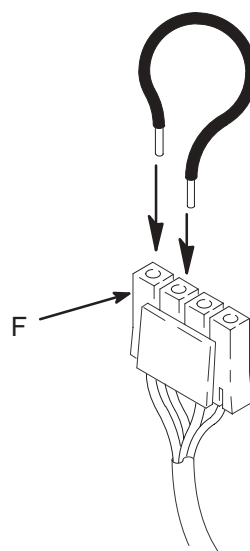
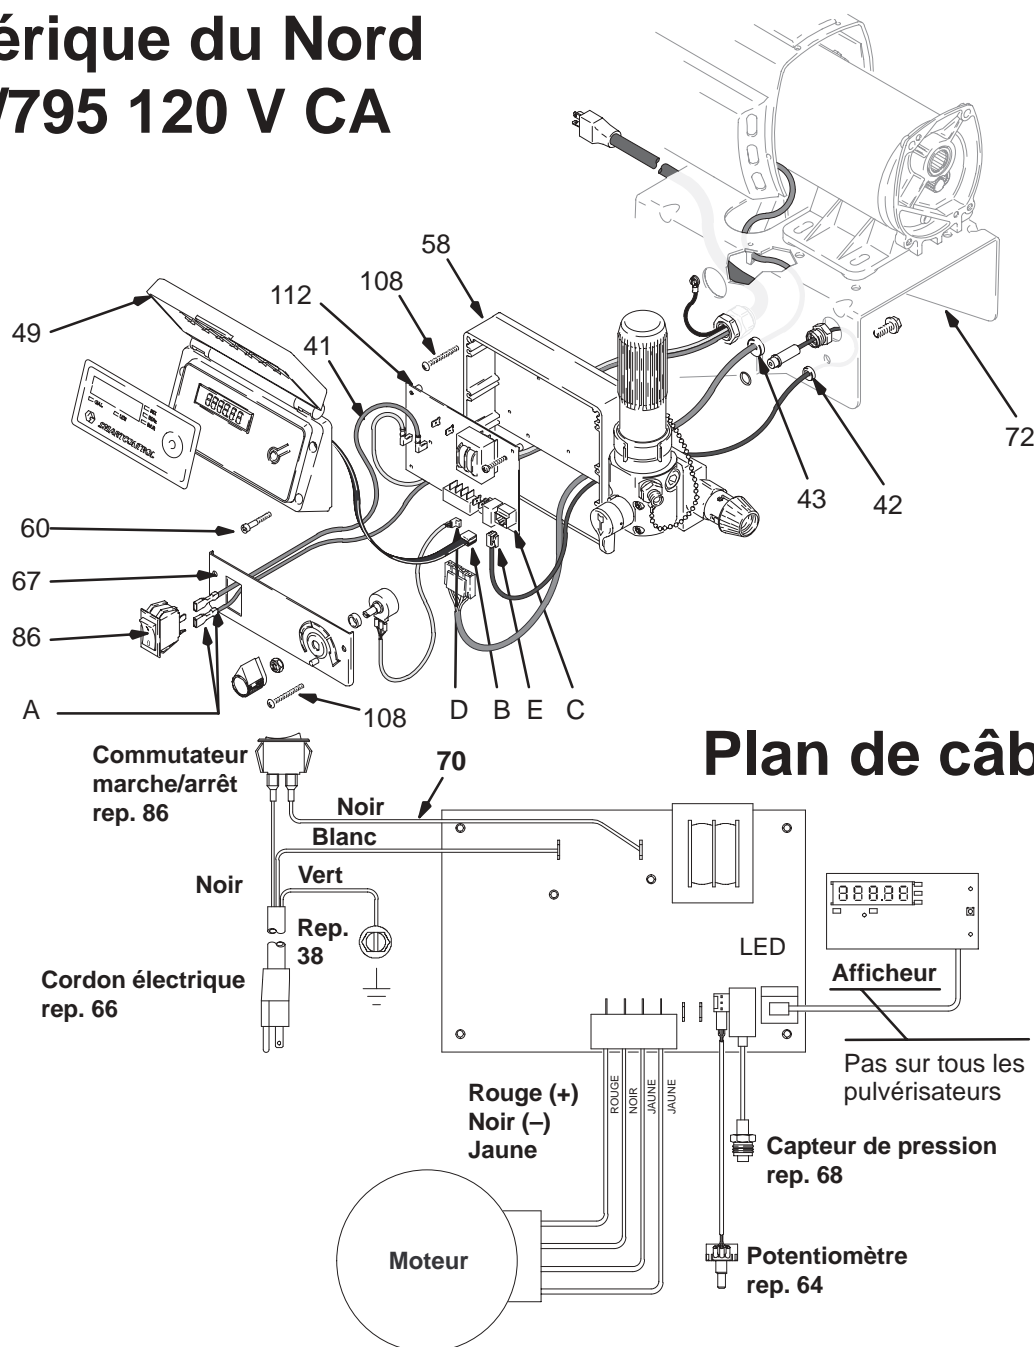

Fig. 3
Fig. 10
3. Fig. 10. Enlever les quatre vis (60), le capot de la régulation de pression (49), les deux vis (108), le panneau de commande (67). Fig. 3. Débrancher le connecteur du moteur (F).
1. Fig. 3. Raccorder ensemble les fils noir et rouge du moteur avec un fil de test. Faire tourner à la main le ventilateur du moteur à la vitesse de deux tours à la seconde environ.
2. Fig. 10. Enlever les quatre vis (60) et le capot de régulation de pression (49). Débrancher le connecteur de l'afficheur (B) (Pas sur tous les pulvérisateurs).
3. Enlever les deux vis (108) ainsi que le panneau de commande (67).
4. Débrancher les deux fils (A) sur l'interrupteur MARCHÉ/ARRÊT (86).
5. Enfoncer les pattes intérieures du bouton MARCHÉ/ARRÊT (86) et sortir ce dernier du panneau de commande (67).
Voir Fig. 10, 11 ou 12 en fonction du pulvérisateur et de la tension.
2. Fig. 10. Fixer la carte de commande du moteur (112) à l'aide des six vis (41).
3. Brancher sur la carte de commande du moteur (112):
- Fil (E) vers capteur.
- Fil (D) vers potentiomètre.
1. Fig. 10. Enlever les quatre vis (60) et le capot (49). Débrancher le câble de l'afficheur (B).
Voir Fig. 10, 11 or 12 en fonction de la tension du pulvérisateur.